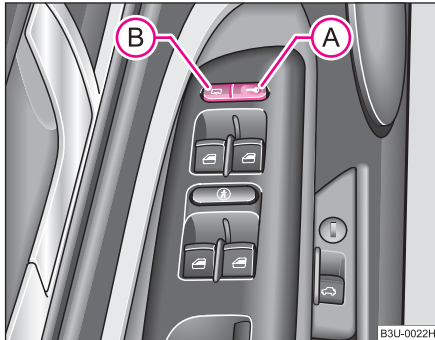

Fig. 24 Interiorul ușii conducătorului: Tastele închiderii centralizate
– Apăsați tasta **A** ⇒ fig. 24.
– Apăsați tasta **B** ⇒ fig. 24. În cazul în care capacul portbagajului a fost inclus în regimul de încuiere permanentă, după apăsarea tastei **B**, capacul portbagajului nu se descuie ⇒ pagina 46.
Dacă autovehiculul a fost încuiat de la comutatorul închiderii centralizate **A** ⇒ fig. 24, sunt valabile următoarele: